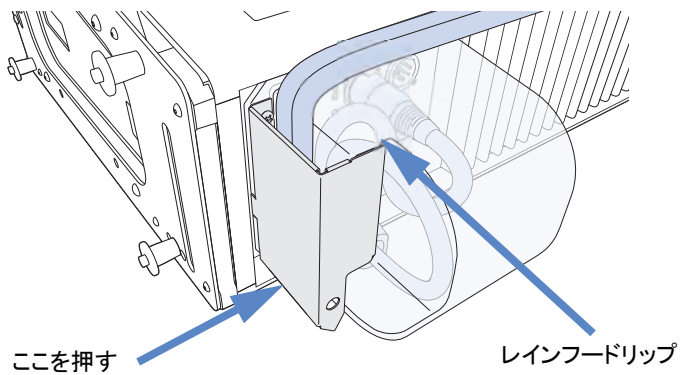

図51: シールドをレインフードに向けて押す
8. シールドの端がレインフードリップを覆うようにカチッと音がするまで、シールドをレインフードに向けて押します(図51)。